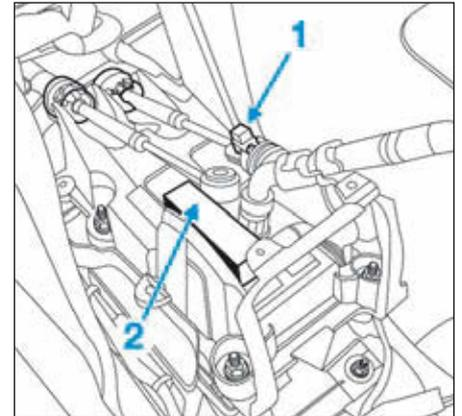

FIG.11
- Déverrouiller l'agrafe (1) à l'aide d'un tournevis (Fig.11).